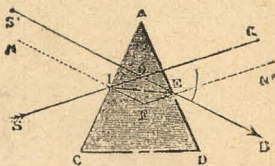

Fig. 129.—Refracción al través de un prisma.
**7. Desviación del rayo.**—Sea  $SI$  un rayo incidente (fig. 129) que cae sobre la cara  $CA$ . Se refracta en  $I$ , acercándose á la normal  $NF$  al entrar en el prisma, y toma la dirección  $IE$ . Cuando sale al aire en  $E$ , se aleja de la normal  $N'F'$  y toma la dirección  $EB$ . El ángulo  $KOB$  es el *ángulo de desviación*.